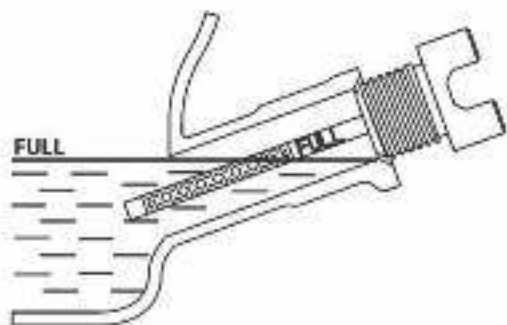

Рисунок 2-8. Безопасный рабочий диапазон
- 6. Чтобы проверить уровень масла, снимите воронку и вставьте щуп в масло-заливную горловину. Смотрите рисунок 2-8.